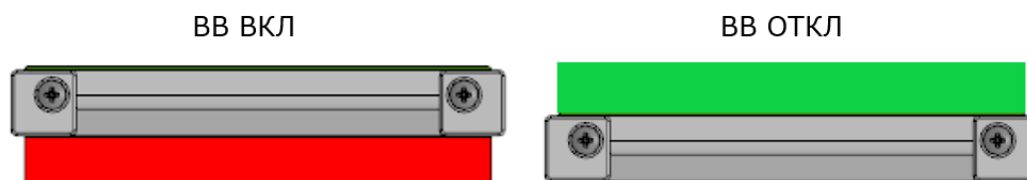

Рисунок 7 – Цветовая индикация на корпусе ВВ
– цветовая индикация (см. рисунок 7), указывающая на состояние ВВ, в положении ВКЛ индикация красная, в положении ОТКЛ зеленая;